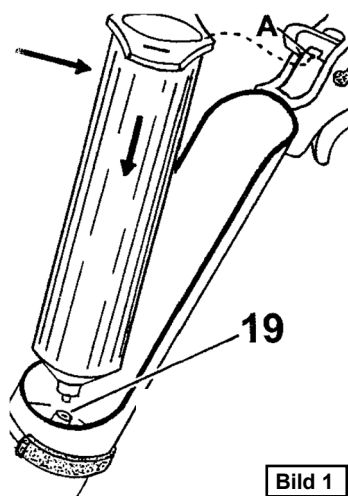

Bild 1
1. Entfernen Sie durch eine halbe Linksdrehung die Verschlusskappe (10).
2. Setzen Sie hier eine der mitgelieferten Kanülen (21/22) ein. Die Metallkanüle (21) hat einen Innendurchmesser von 1,2 mm. Die Plastikkanüle (22) muß stets da benutzt werden, wo ein Kontakt mit stromführenden Teilen möglich ist (Schalter o. ä.).
4. Drücken Sie den Pistolenabzug (13) nach vorn und stellen Sie den roten Wählhebel (14) auf „OFF“. Führen Sie die Kartusche mit der Spitze nach vorn möglichst flach in die Aufnahmeschale (16) ein. Achtung: Der Kartuschenaustritt muß genau in den Stutzen (19) des Ventilhalters geführt werden (s. Bild 1). Drücken Sie die Kartusche nach vorn und gleichzeitig leicht nach unten, bis ihr Hinterrand beim Haken A (Bild 1) einrastet.